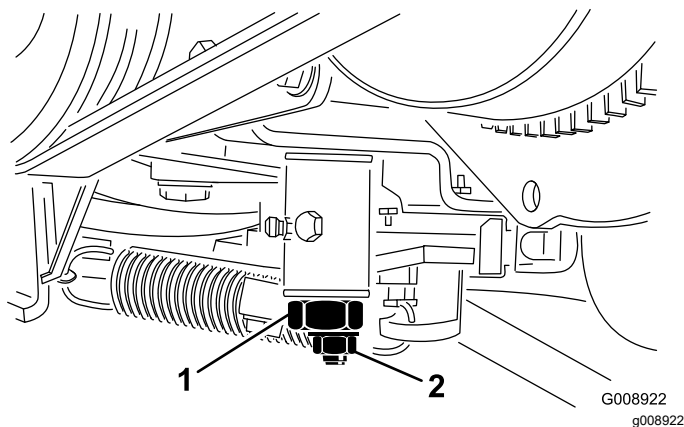

Figure 53
4. Desserrez le contre-écrou de la came de réglage de la transmission (Figure 53).